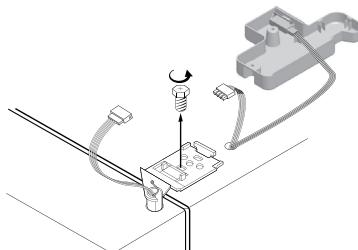

Figura 6
- b** Gire o parafuso da dobradiça superior no sentido anti-horário e desconecte os fios da rede elétrica (Figura 6).